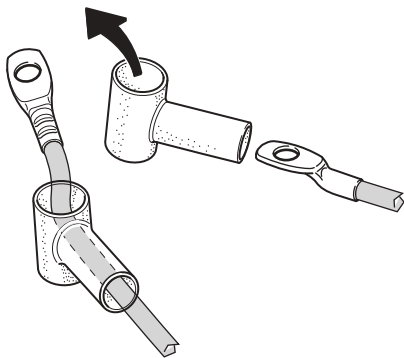

Abb. 45
- Kabelanschlüsse durch Gummischutzkappen führen (Abb. 45).